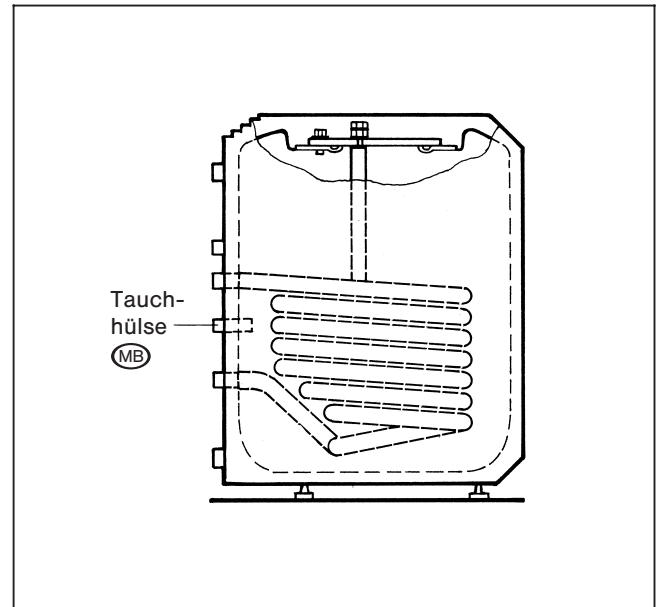

Abb. 9
- Fühler in Tauchhülse (MB) an Speicherrückseite montieren (Abb. 9).